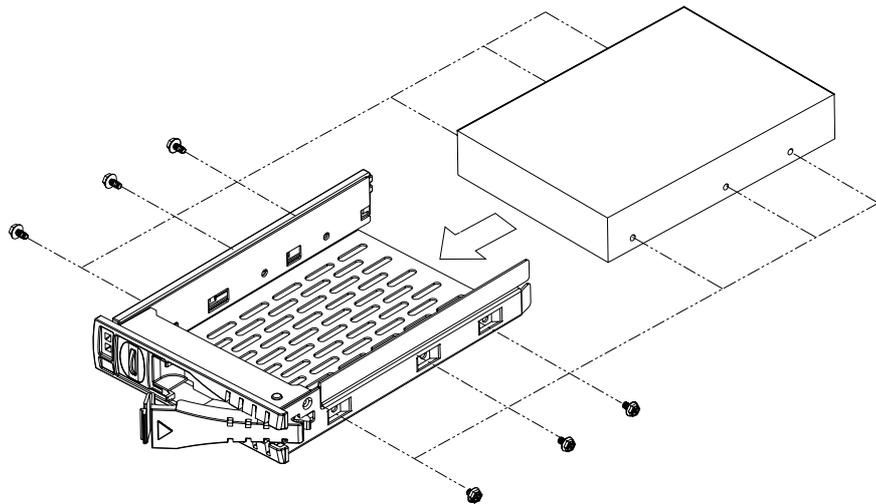

图 2.8: 安装 SAS 或 SATA HDD
2. 参考图 2.8，将 HDD 安装至托架并用 4 ~ 6 个螺丝进行固定。